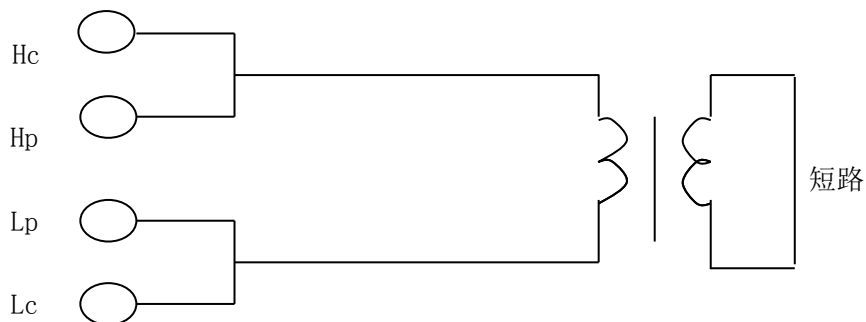

图 5-9 漏电感的测量
- **漏电感的测量：**将次级短路测量初级电感量，可测量得到漏感量 L_k 。见图 5-9。